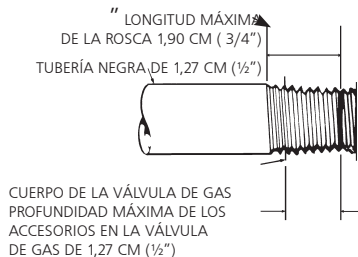

Figura 2. Requisitos de la conexión de la válvula de gas
Mantenga distancia, como se muestra en la Figura 2 o en la placa del calentador.
- Las roscas macho de la tubería que se instalarán en la válvula de gas deben cumplir con los requisitos de la Figura 2. Las roscas más largas que las que se muestran en la figura podrían hacer que la válvula de gas se deforme y funcione mal.